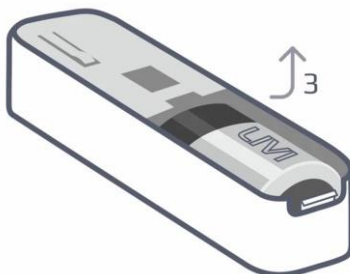

Рисунок 6.3 — Извлечение батареи
- Если датчик не в первый раз переводится в режим связывания, то извлеките батарею из датчика (см. рисунок 6.3). Подождите 30 секунд и установите батарею обратно, соблюдая полярность.